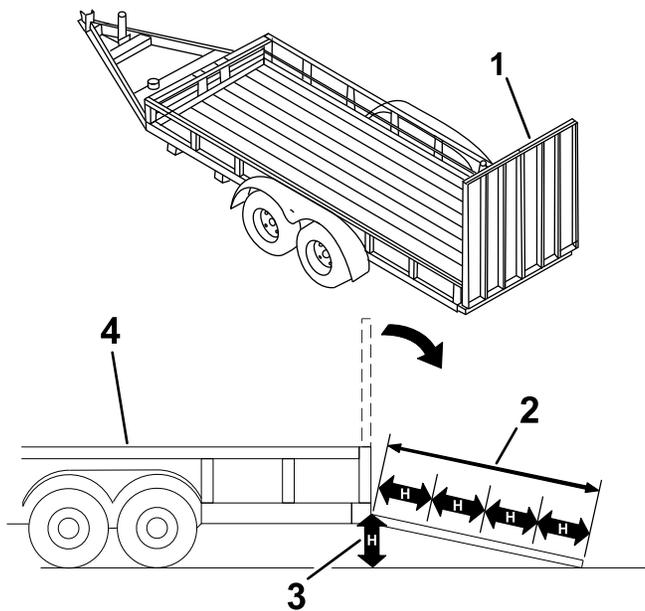

Figura 16
**El cargar la máquina en un remolque o un camión aumenta la posibilidad de un vuelco y podría causar lesiones graves o la muerte (Figura 16).**